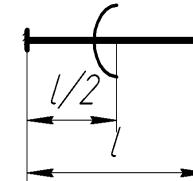

Рис.3
5.1.1. К середине каждой ступени лестницы по 10 раз последовательно в двух противоположных направлениях прикладывается крутящий момент 50±5Нм, рис. 3.